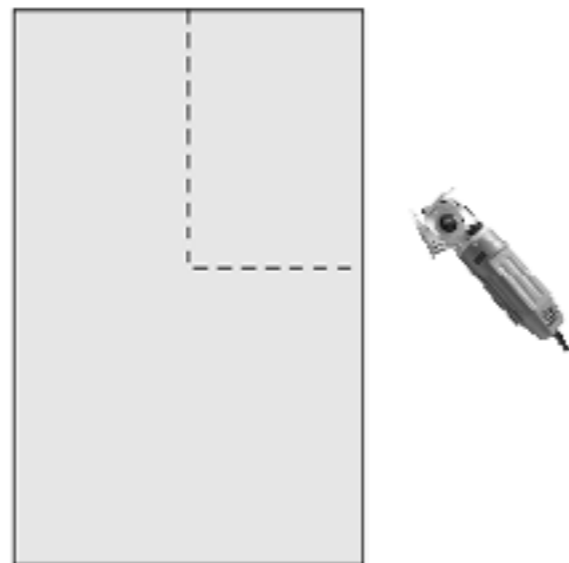

Figura 3
- Utilizando a máquina de corte elétrica, fazer o “pré-corte”, este deve atingir (entrar) em média 3mm da espessura da placa seguindo as marcações feitas conforme (figura 3):